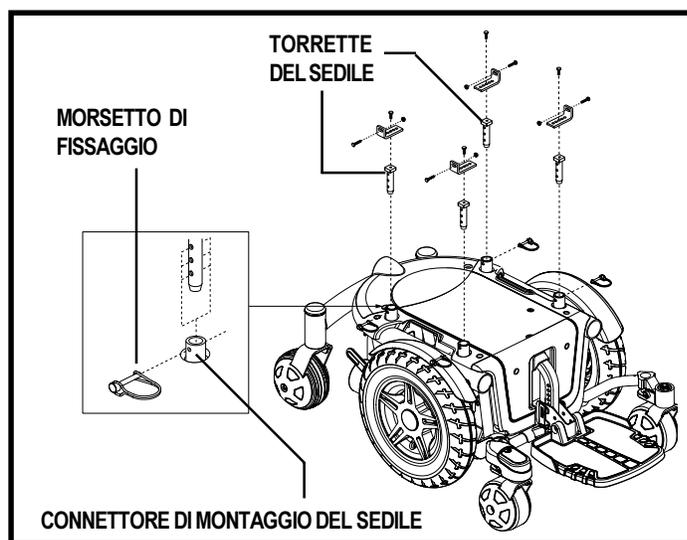

Figura 12. Regolazione dell'altezza del sedile
1. Rimuovere i morsetti di fissaggio che bloccano le torrette del sedile sulla base di alimentazione. Vedere figura 12.
3. Allineare i fori di posizionamento nella torretta del sedile con quella del connettore di montaggio del sedile e reinserire il morsetto di fissaggio per ciascuna torretta. Vedere figura 12.